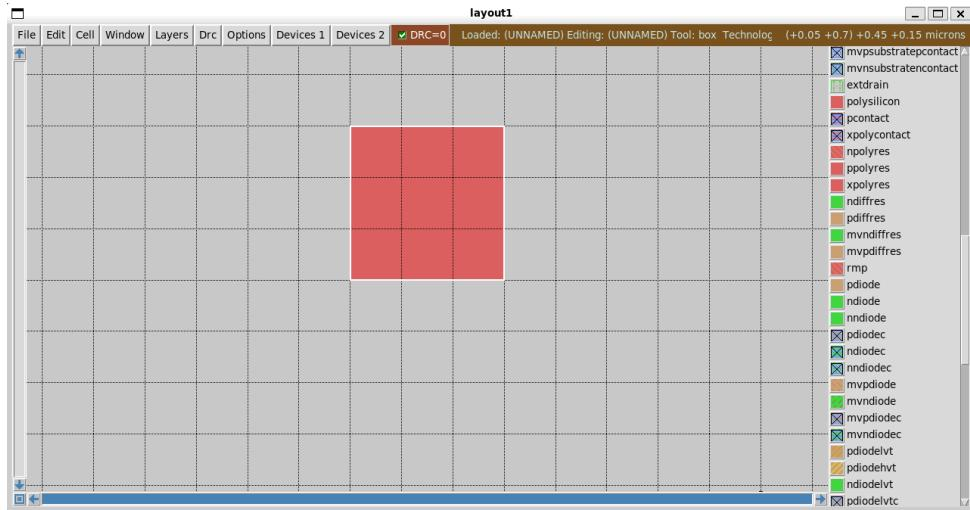

Figura 16: Resultado final: a área selecionada agora está preenchida com a camada de polisilício.
Passo 4: Visualizar o resultado Após executar o comando, a área previamente selecionada será preenchida com a camada especificada. O resultado é visível imediatamente na janela de layout, como mostra a Figura 16.